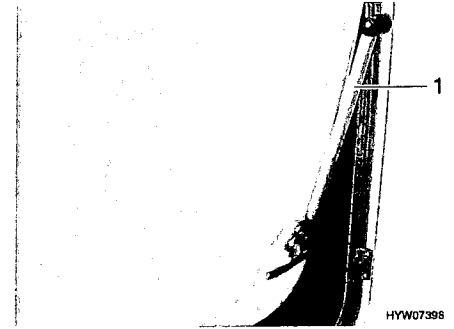

Bild 11 Ausstellfenster mit Automatik-Aussteller
- Das Ausstellfenster bis zur gewünschten Raststellung öffnen. Der Automatik-Aussteller (Bild 11,1) rastet selbstständig ein.